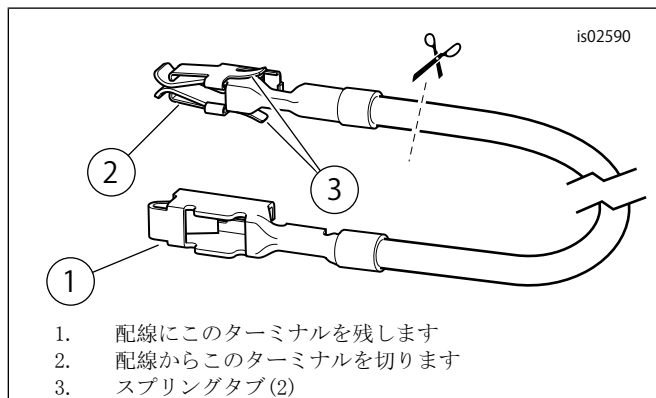

図6。ヒューズブロックアダプター配線
4. キットからオレンジ/白ヒューズブロックアダプターワイヤー(10)を取り出します。各末端のターミナルを確認します(「図6」を参照)。スプリングタブのないターミナルのみが、ヒューズのキャビティに適合します。慎重に、スプリングタブ付きターミナルを配線から切り取り、廃棄します。